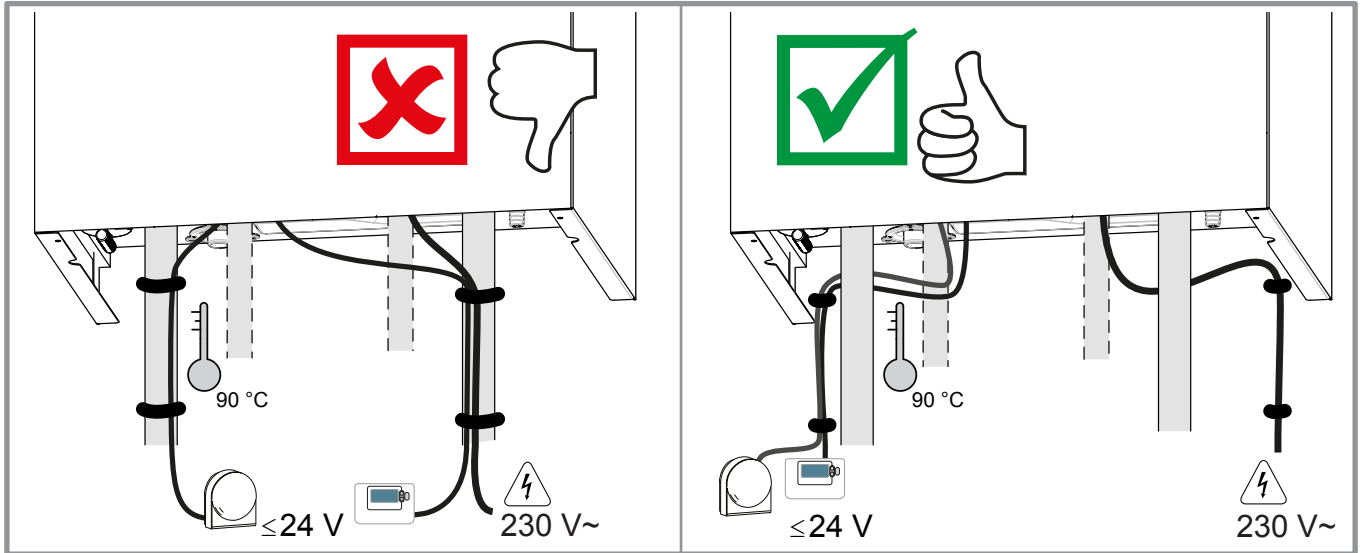
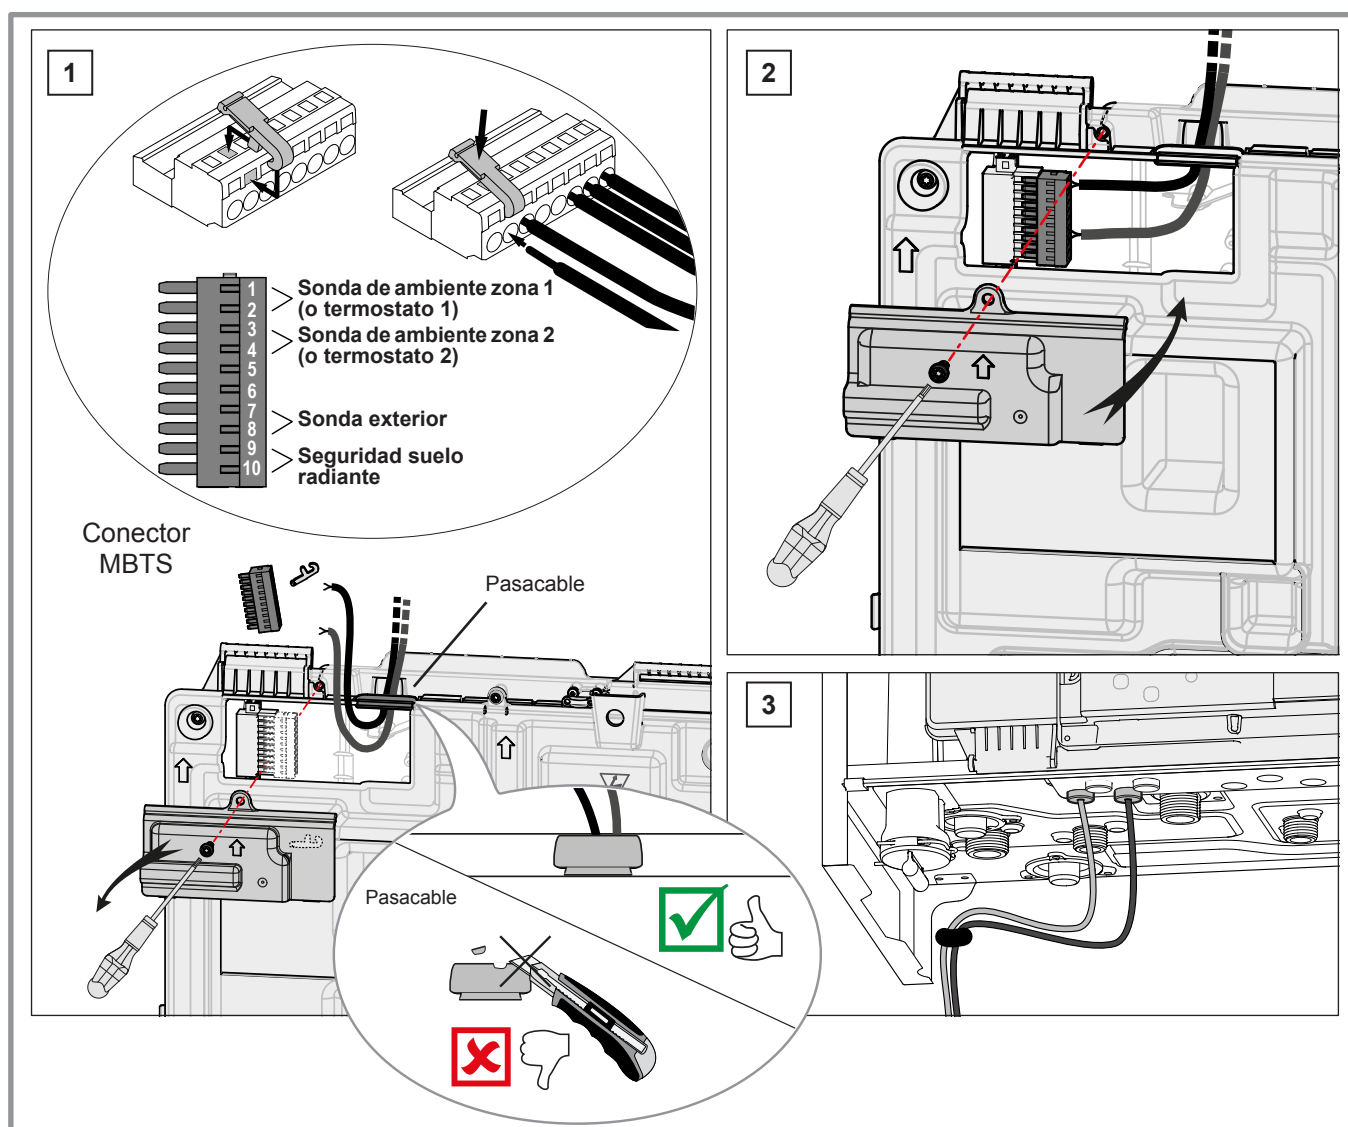

figura 18 - Camino de los cables
figura 21 - Acceso borne MBTS
- Efectúe las conexiones siguiendo los esquemas (figura 18 y figura 21, página 26).